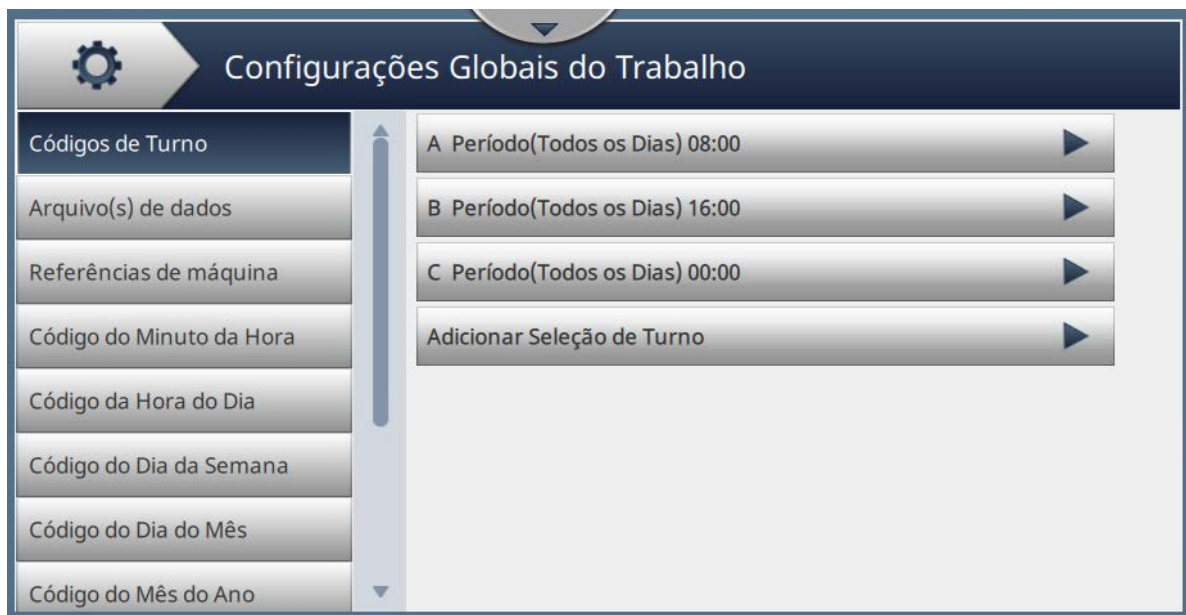

Figura 6-15: Configurações globais de trabalho
1. Toque o botão  na tela Ferramentas. A tela Configurações globais de trabalho é aberta, como mostra a Figura 6-15.